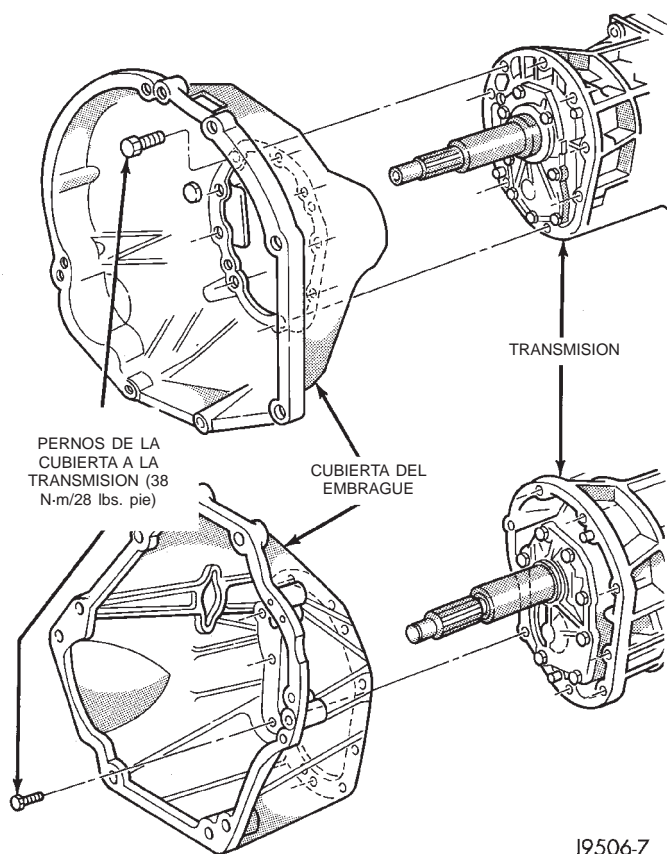

Fig. 10 Cubierta del embrague
(24) Retire la varilla de refuerzo de la cubierta del embrague.
(25) Retire los pernos que fijan la cubierta del embrague al motor.
(26) Empuje el gato para transmisiones hacia atrás, hasta que el eje impulsor se separe del embrague. A continuación, retire la transmisión por debajo del vehículo.
(27) Retire el cojinete de desembrague, la horquilla de desembrague y el collarín de retención.
(28) Retire la cubierta del embrague de la transmisión (Fig. 10).
(5) Lubrique ligeramente el cojinete de guía y las estrías del eje impulsor de la transmisión con grasa para alta temperatura Mopar®.
(6) Eleve la transmisión y alinee el eje impulsor de la transmisión y las estrías del disco de embrague. A continuación, desplace la transmisión a su posición.
(7) Instale y apriete los pernos que unen la cubierta del embrague al motor con una torsión de 38 N·m (28 lbs. pie) (Fig. 10). **Antes de apretar los pernos, asegúrese de que la cubierta se asiente correctamente sobre el bloque del motor.**
(8) Instale la varilla de refuerzo de la cubierta del embrague.
(9) Baje la transmisión aproximadamente 7-8 cm (3 pulgadas) para acceder a la torre de cambios. Asegúrese de que la transmisión esté en primera o tercera velocidad.
(10) Por la parte superior y rodeando la transmisión, inserte la palanca de cambios en la torre de cambios. Presione hacia abajo el retén de la palanca y gírelo hacia la derecha para trabarlo en su sitio. A continuación, instale la cubierta guardapolvo de la palanca en la torre de cambios.
(11) Instale el travesaño trasero. Apriete los pernos que unen el travesaño al bastidor con una torsión de 41 N·m (31 lbs. pie).
(12) Instale los dispositivos de fijación para fijar el cojín trasero y la ménsula en la transmisión. A continuación, apriete los pernos/tuercas de la transmisión al soporte trasero con una torsión de 45 N·m (33 lbs. pie).
(13) Retire los apoyos del motor y la transmisión.
(14) Instale y conecte el sensor de posición del cigüeñal.
(15) Coloque la caja de cambios, si está equipada, sobre el gato de transmisiones.
(16) Asegure la caja de cambios, si está equipada, al gato empleando cadenas de seguridad.
(17) Eleve la caja de cambios, si está equipada, y alinee el eje impulsor de la caja de cambios con el eje transmisor de la transmisión.